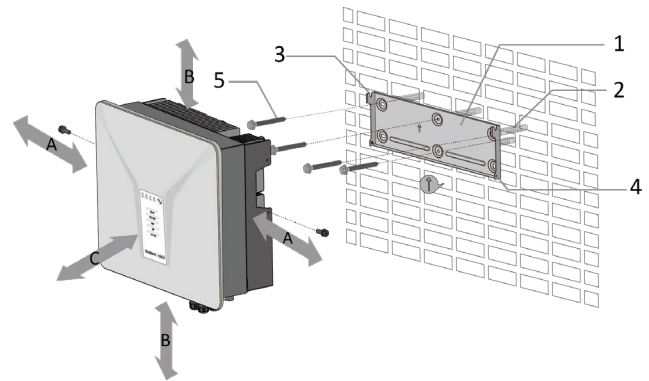

Abb. 9. Montage der Wandhalterung
- Bei der Montage zu beachtende Mindestabstände [siehe Abb. 9 auf Seite 21].